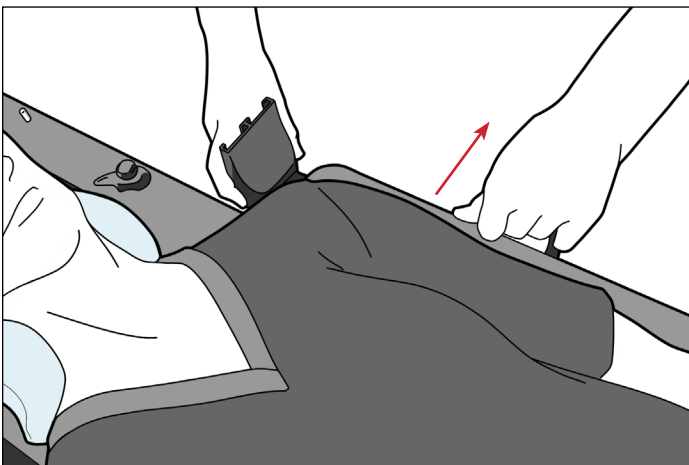

Fig. 5
1. Tirare l'impugnatura (Fig. 5).